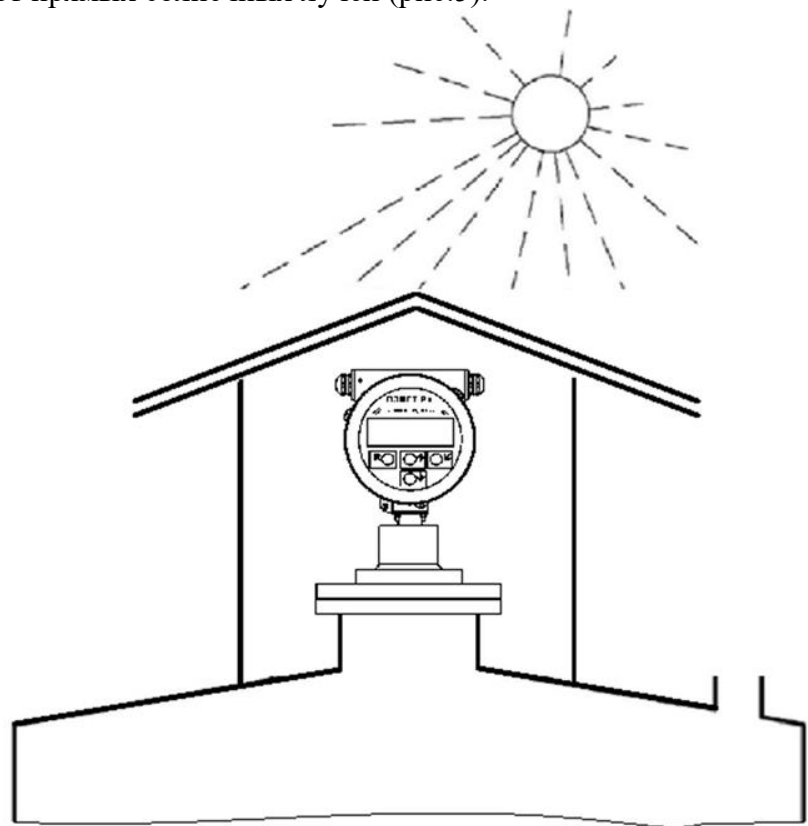

Рис.5 - Установка прибора с защитным козырьком.
4.1.3.4 В условиях жаркого климата следует использовать козырек или навес для защиты прибора от прямых солнечных лучей (рис.5).